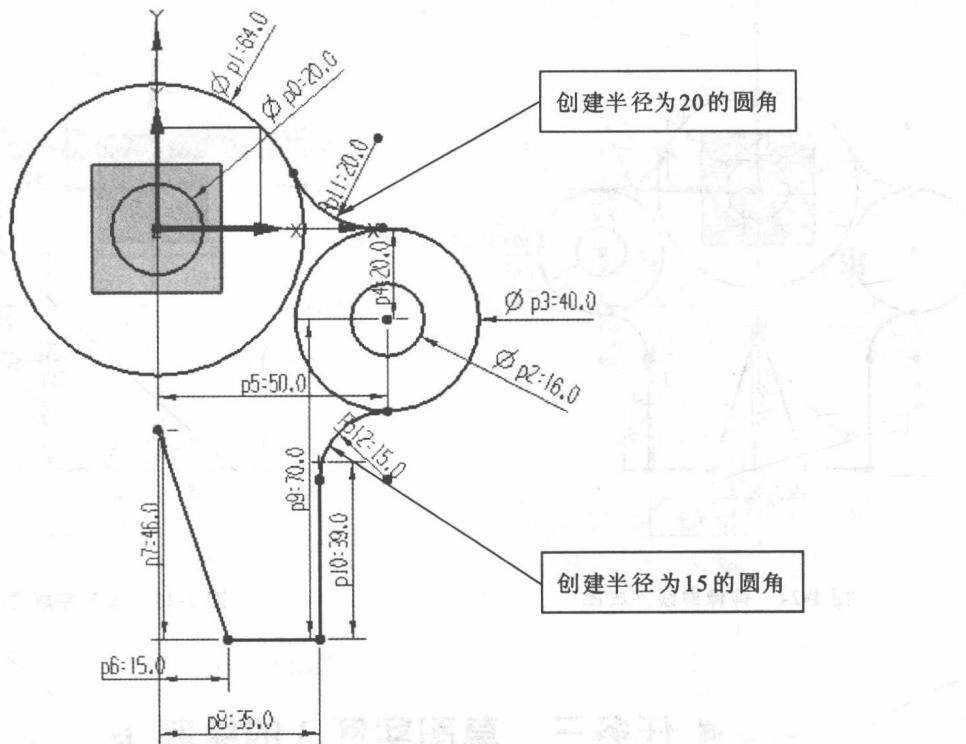

图 1-22 创建圆角
(9) 点击圆角 ，分别创建半径为 20、15 的圆角，如图 1-22 所示。